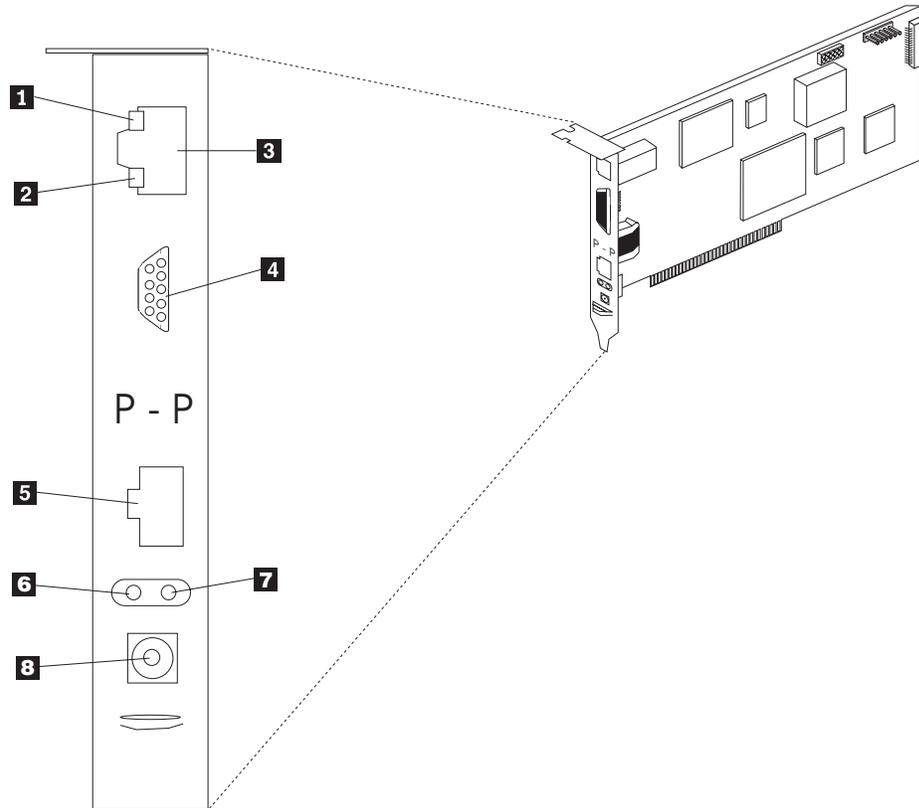

Figure 84. LED Ethernet et ports externes sur la carte RSA (Remote Supervisor Adapter)
2. Vérifiez les LED Ethernet. L'emplacement de ces LED est indiqué par la figure 84.